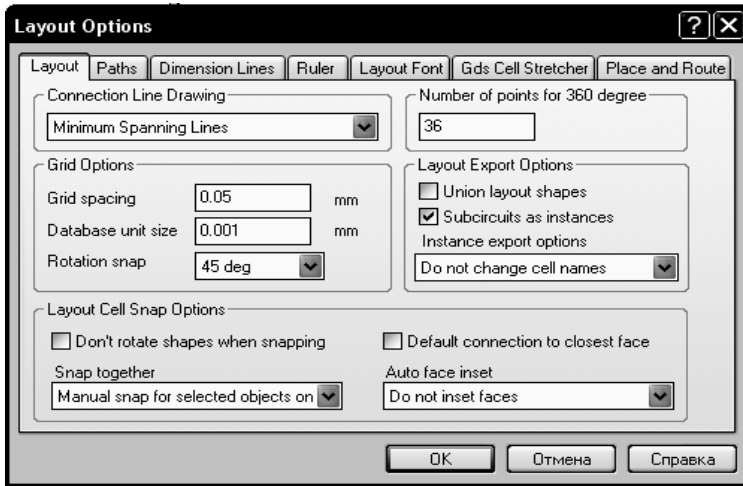

Рис. 2.20
1. Выберите в меню команду **Options>Layout Options**. На вкладке **Layout** открывшегося окна (рис. 2.20) в поле **Grid spacing** введите **0.05**, а в поле **Database unit size** введите **0.001**. Нажмите **OK**.